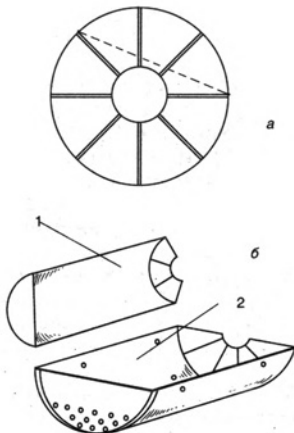

Рис. 91. Линии реза:
3. Далее предстоит «болгаркой» разрезать бидон (рис. 91). Получатся две ем-